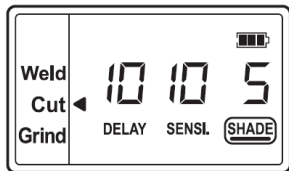
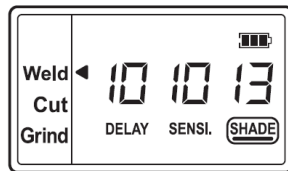

Рис. 3a
Рис. 3b
**Режим резки** – Степень затемнения 5–8 (см. рис. 3a); **Режим сварки** – Степень затемнения 9–13 (см. Рис. 3b)